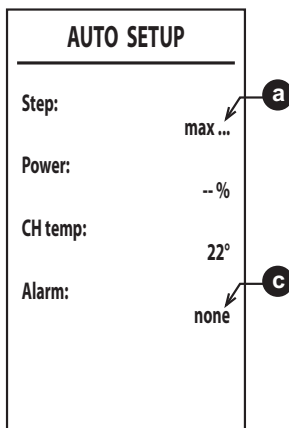

fig. 39
6. Después del encendido, el quemador se pone en modo calefacción a las distintas potencias (máx., med., mín.) indicadas por el punto **a** (fig. 39).
8. Si la secuencia de encendido descrita en el punto “6” no termina correctamente, se visualiza el mensaje **max_err** en el punto **a** y un código de error en el punto **c** (fig. 39).